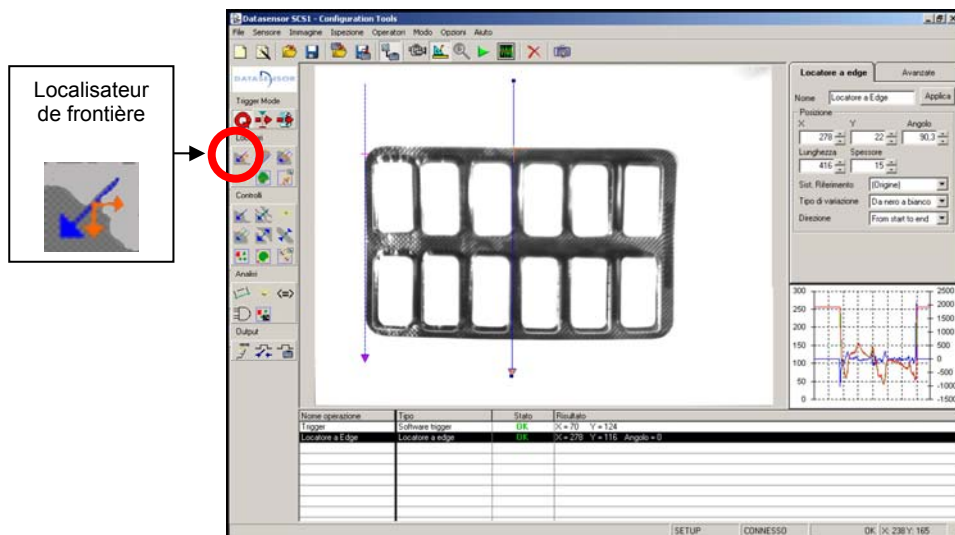

Figure 12
- Choisir l'outil en cliquant sur l'icône existant dans la boîte à outils (Figure 12) ou en utilisant le menu (Opérateurs → Localisateurs → Localisateur de frontière).
- Choisir l'outil en cliquant sur l'icône existant dans la boîte à outils (Figure 12) ou en utilisant le menu (opérateurs → Contrôles → Comptage de Blob).